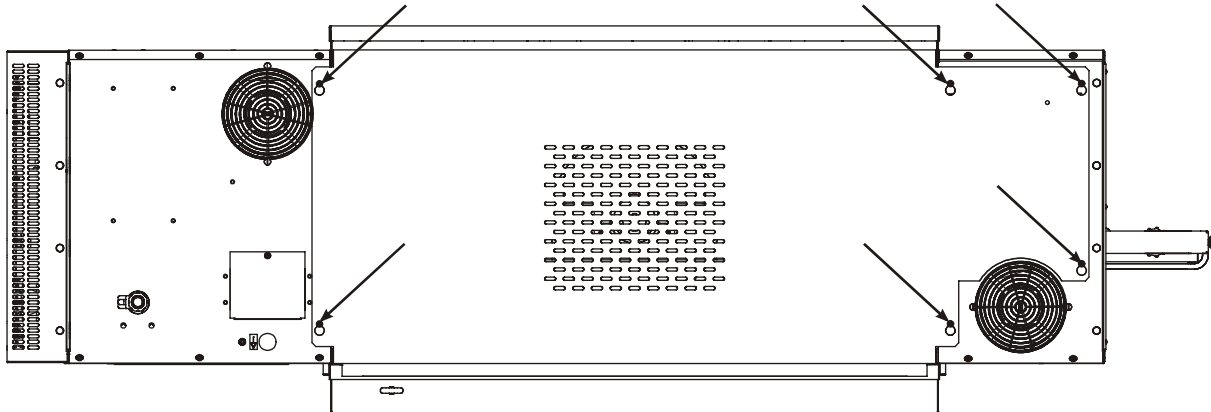

Abbildung 4-40.
1. Prüfen Sie den Gebläse/Lüfterriemen auf ordnungsgemäße Spannung und Zustand. Zum Zugriff, lösen Sie die sechs Schrauben (Abbildung 4-40) an der Rückseite und ziehen Sie die Abdeckung nach oben heraus.